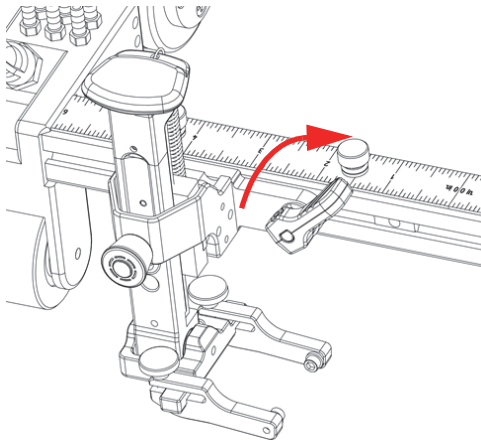

Рис. 2-16 Рычаг в запертом положении
3. Поверните рычаг по часовой стрелке, чтобы зафиксировать держатель ПЭП (Рис. 2-16 на стр. 47).